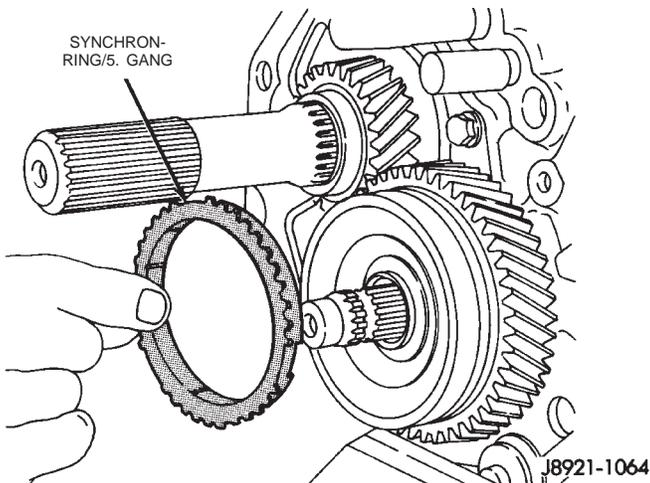

Abb. 53 Synchronring/5. Gang ausbauen
(5) Den Synchronring des Gangrads für den fünften Gang ausbauen (Abb. 53).